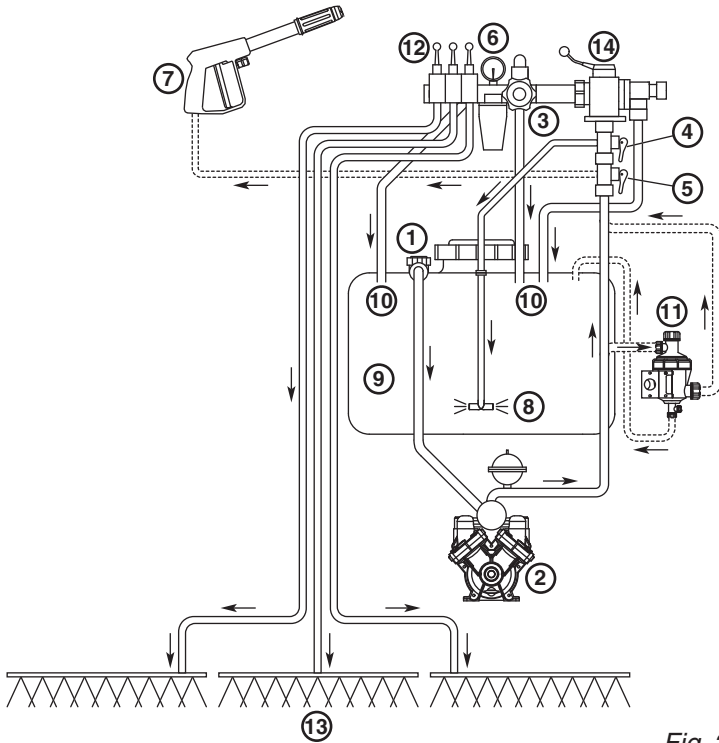
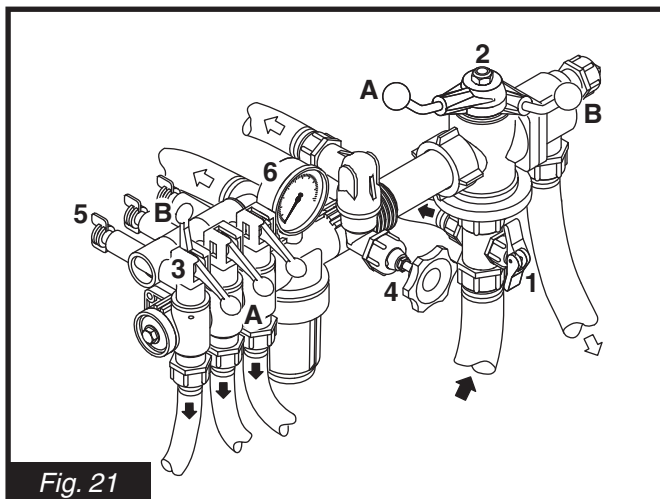
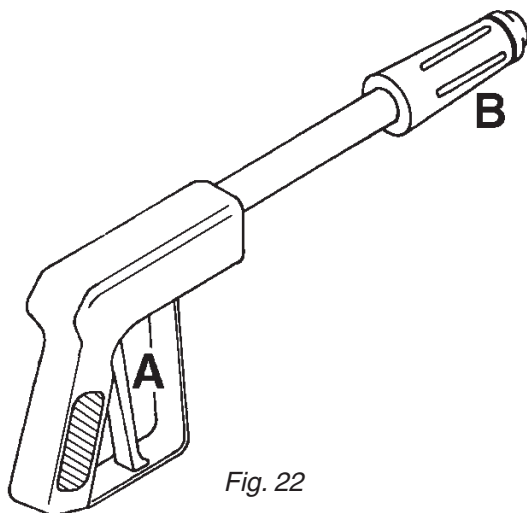

Fig. 20
Fig. 21
Fig. 22
3. Ouvrez ou fermez le levier 1 (Fig. 21) selon si ou non, la pression d'agitation est requise (souvenez-vous que la pression d'agitation exige de 5 à 10 % de débit de la pompe).
4. Pivotez la poignée principale de marche / arrêt 2 (Fig. 21) à la position **A** de **MARCHE**.
5. Réglez tous les leviers manuels 3 (Fig. 21) sur les soupapes de distribution à la position **A** de **MARCHE**.
6. Pivotez la soupape HARDI-MATIC 4 (Fig. 21) complètement ouverte.
8. Augmentez la pression en pivotant la soupape HARDI-MATIC 4 (Fig. 21) dans le sens des aiguilles d'une montre. Réglez jusqu'à ce que la jauge de pression 6 (Fig. 21) atteigne la pression désirée (pivotez la soupape HARDI-MATIC dans le sens contraire des aiguilles d'une montre pour réduire la pression).
9. Placez le levier de la première soupape de distribution **3** (Fig. 21) à la position **B d'ARRÊT**.
10. Tournez la vis de réglage **5** (Fig. 21) jusqu'à ce que la jauge de pression **6** (Fig. 21) indique la même pression, obtenue à l'étape **8** (tournez la vis dans le sens des aiguilles d'une montre pour une pression plus élevée, dans le sens contraire des aiguilles d'une montre pour une pression plus basse).
11. Pivotez le levier de la soupape de distribution de la rampe **3** (Fig. 21) de nouveau à la position **A de MARCHÉ**.
13. Pour fermer la rampe tout entière, pivotez la poignée de **MARCHÉ / ARRÊT 2** (Fig. 21) à la position **B d'ARRÊT**. Ceci ramène le débit de la pompe au réservoir par le système de retour. Les soupapes à diaphragme anti-fuite assurent la fermeture instantanée de toutes les buses. Pour fermer une ou plus des sections de rampe, pivotez le ou les leviers de distribution de la rampe **3** (Fig. 21) de ou des sections de rampe non requises à la position **B d'ARRÊT**. Le dispositif de pression constante assure que la pression n'augmente pas dans la ou les sections qui demeurent en opération.
14. Réglez les trois soupapes de distribution **3** (Fig. 21) à la position ARRÊT. Réglez la soupape du pistolet de pulvérisation **5** (Fig. 20) à la position EN MARCHE.
15. Appuyez ensuite sur la poignée rouge **A** (Fig. 22) pour pulvériser le liquide hors du pistolet de pulvérisation. Vérifiez la pression sur la jauge de pression **6** (Fig. 21) du système et complétez l'étape **8** pour le réglage.
16. Pour régler le mode de pulvérisation, pivotez la poignée noire **B** (Fig. 22) vers L'EXTÉRIEUR pour un jet de pulvérisation étroit sur des distances longues et vers L'INTÉRIEUR pour un mode de pulvérisation plus large et une meilleure couverture à des distances plus rapprochées.